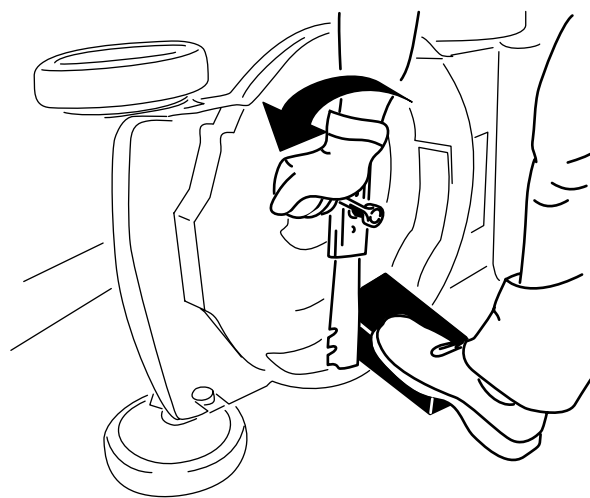

Figura 21
2. Utilize um bloco de madeira para manter a lâmina segura (Figura 21).
3. Remova o parafuso da lâmina, suporte e lâmina; guarde o suporte e parafuso (Figura 21).